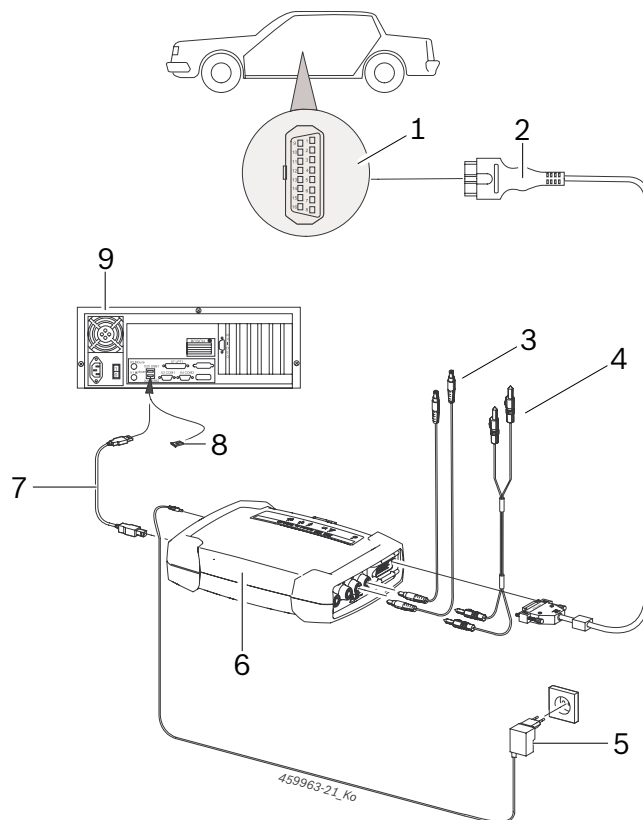

Abb. 6: Schema di collegamento d'esempio del prodotto KTS 590
- il cavo di collegamento OBD (fig. 6, pos. 2) o